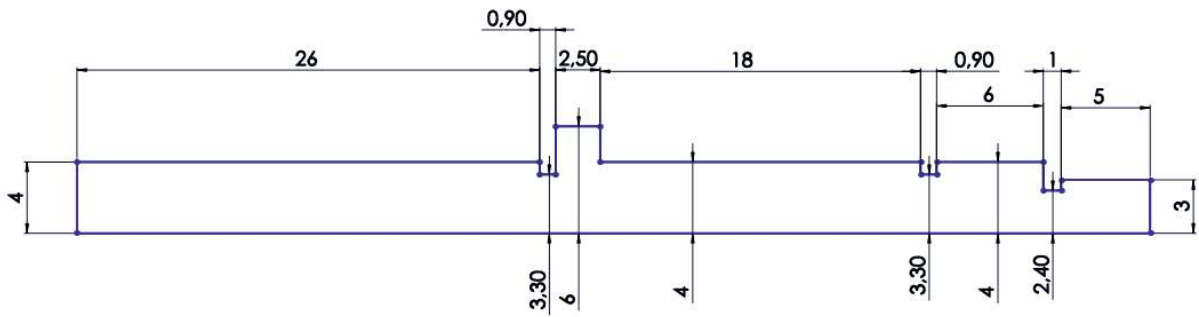

Figure 1
- Cliquer l'outil « Ligne »  et tracer les segments définissant la forme de la pièce. (voir figure 1)
de commencer la cotation par les petites cotes pour garder l'allure du profil de la pièce ; (voir figure 1).